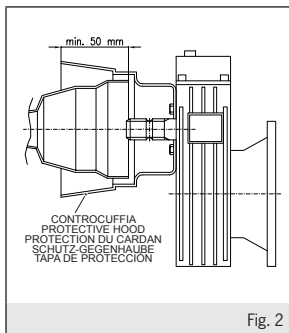

Fig. 2
- la controcuffia di protezione (fig.2) sia presente integra e ben fissata. La controcuffia deve coprire la protezione del giunto cardanico per almeno 50mm e deve impedire il contatto accidentale delle mani con organi in movimento.
- the protective hood (fig.2) is attached, in good order and properly anchored. The hood must cover the P.T.O. guard by at least 50mm and must prevent accidental hand contact with moving parts.
- la contre-coiffe de protection (fig. 2) est présente, intégrée et bien fixée. La contre-coiffe doit couvrir la protection du joint de cardan sur au moins 50 mm et doit empêcher le contact accidentel des mains avec les organes en mouvement;
- die drei vorgesehenen Verankerungspunkte (Abb.2) perfekt befestigt und mittels der
- los tres puntos de anclaje (fig.2) previstos estén perfectamente fijados y bloqueados con las piezas en equipamiento. Un anclaje no correcto provoca el vuelco de la máquina con grave peligro para el operador.